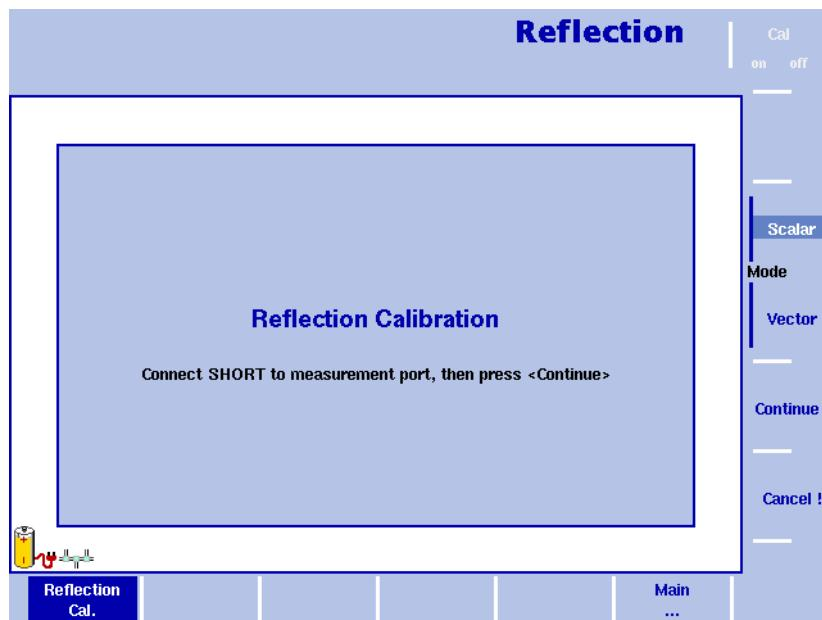

图 45 Reflection Calibration 菜单
- 3 在该菜单中，您可以通过按下 Scalar 或者 Vector 软键，选择您的测量任务需要使用的模式。标量测量可以测量反射信号的功率电平。矢量测量更为精确，而且还可以测量反射信号的相位。它可以提高测量准确度和回波损耗的测量范围。如图 45 所示，9102 将通过屏幕提示引导您逐步完成校正任务。在出现图 45 所显示的提示时，请将校正工具连接到测试端口延长线，再按下 Continue。您可以通过按下 Cancel! 软键取消校准任务。